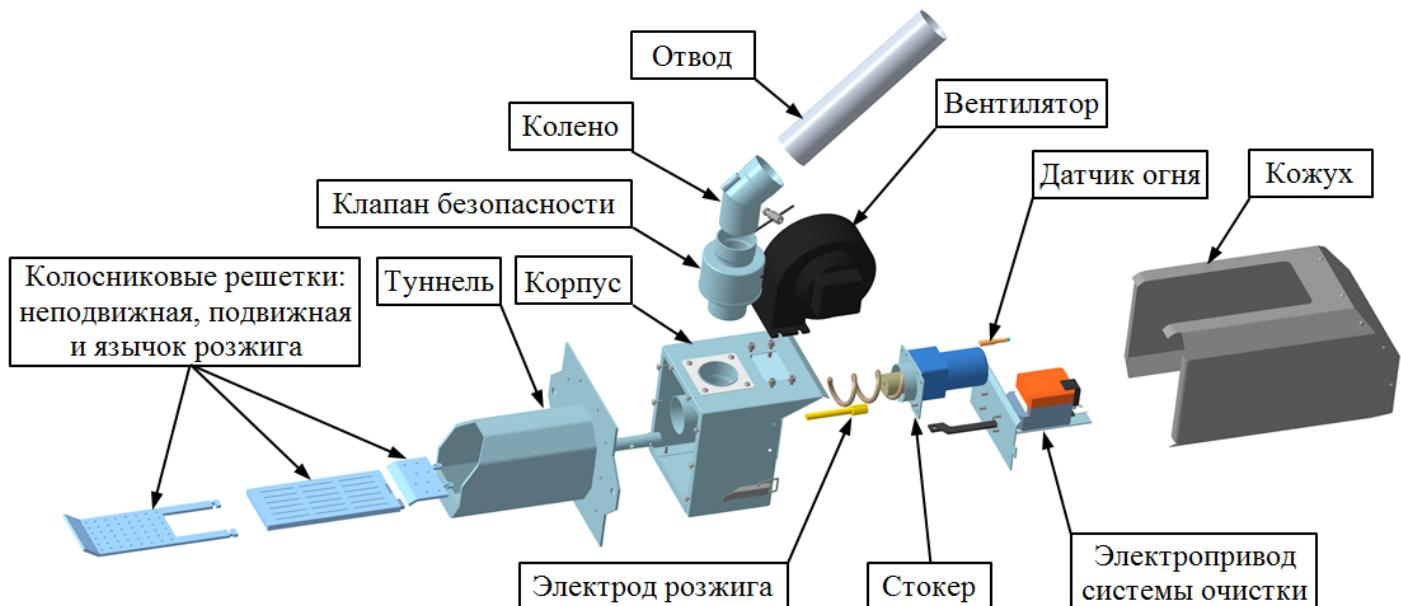

Рис.2 Устройство горелки
- 3.1. Устройство горелки представлено на рис.2.